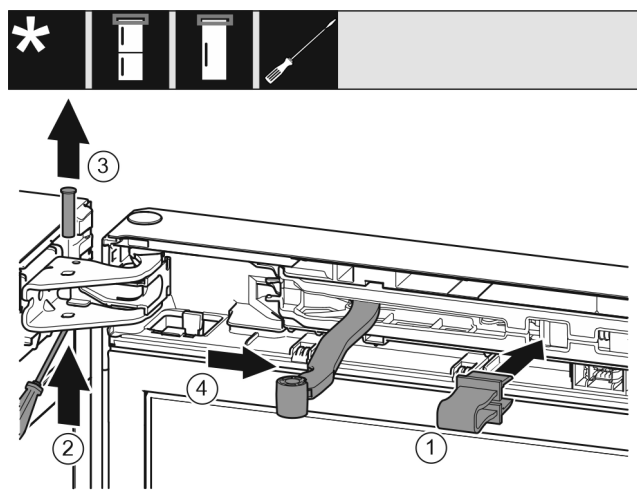

Fig. 9
- ▶ Encaje el seguro Fig. 9 (1) en el orificio.
- ▶ Empuje el perno Fig. 9 (2) hacia fuera.
- ▶ Retire el perno Fig. 9 (3) hacia arriba.
- ▶ Gire la bisagra Fig. 9 (4) hacia la puerta.